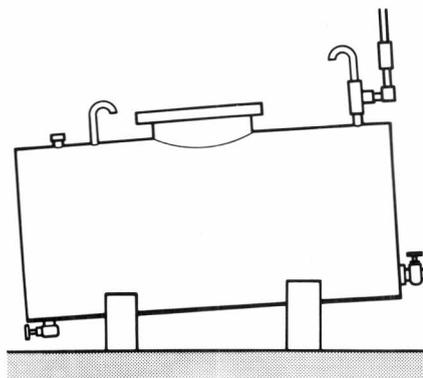

Fig. 52
- 5 – (Fig. 52). Les fûts de combustible doivent être stockés à l'abri pour éviter des entrées d'eau, sur un berceau légèrement incliné. Ne pas stocker trop longtemps.